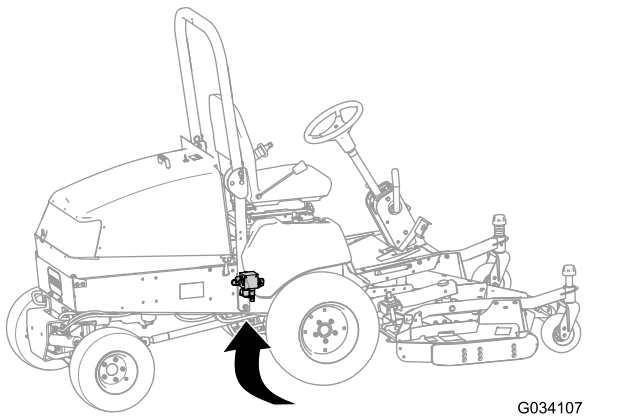

Bild 13
2. Der Hubverteiler befindet sich unter der Maschine innerhalb der rechten Rahmenvertiefung, hinter der Vorderachse (Bild 13).